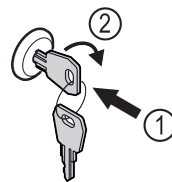

Fig. 166
- ▶ Вдавити ключ. Fig. 166 (1)
- ▶ Повернути ключ на 90° за годинниковою стрілкою. Fig. 166 (2)